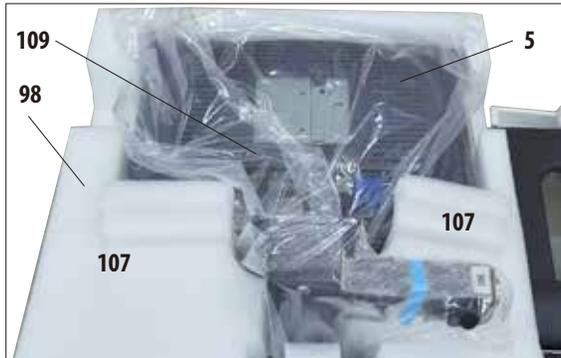

Fig. 12
- El monitor (5) está provisto de una funda protectora (109) de plástico y está colocado con la pantalla hacia abajo sobre un molde acolchado de espuma (98) junto a la retorta (fig. 12).
- Primero, extraer las dos piezas de espuma (107) que hay junto a la consola (fig. 12). Después, se puede retirar la funda protectora.